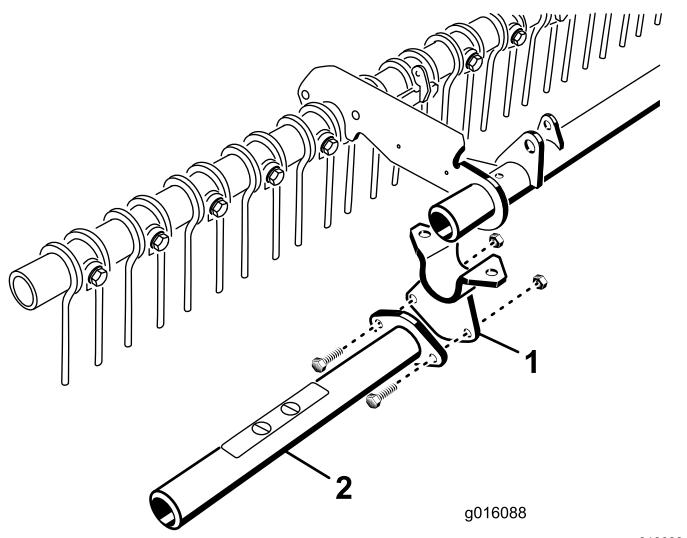

图 3
**注意** 如果 Sand Pro 主机配备有中部安装机具架系统请拆下将鞍形支架和脚部保护装置如配备固定到机器两侧的紧固件。拆下并丢弃鞍形支架、脚部保护装置和紧固件 图 3。支撑住中部安装机具架系统防止其降低。